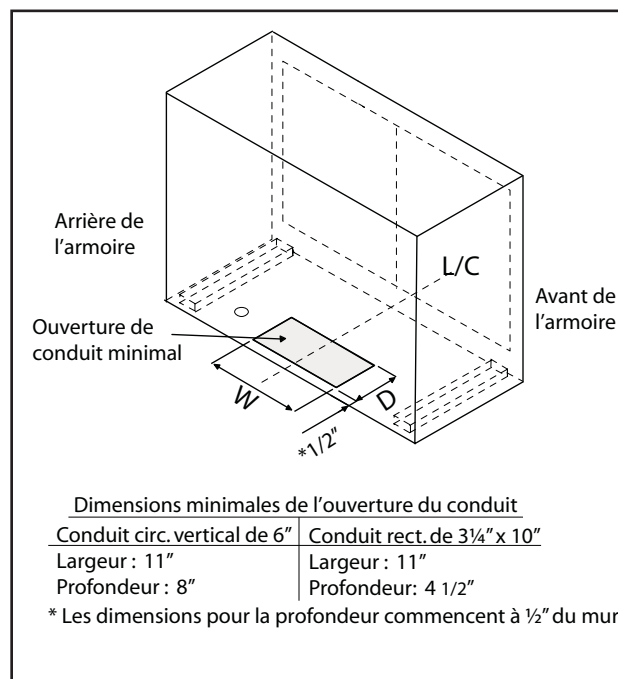

Fig 2
4. Pratiquez l'ouverture requise pour faire passer le conduit et les composants électriques conformément aux dimensions mentionnées à la page 8. Assurez-vous que l'ouverture du conduit est assez grande pour que vous puissiez appliquer du ruban à conduit. Consultez la figure 2 pour connaître les dimensions minimales de l'ouverture du conduit.
5. Position range hood in the desired mounting location and fasten hood onto cabinet with (4) M6 wood screws provided.